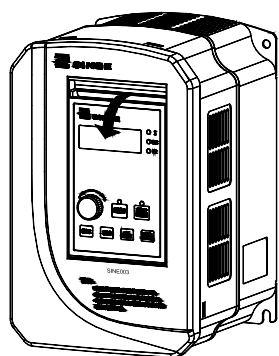

图 2-3 键盘拆卸图示
- 键盘的拆卸：将手指放在键盘上方的手指插入槽，再轻轻往外拉即可拆下键盘；如图 2-3 所示。